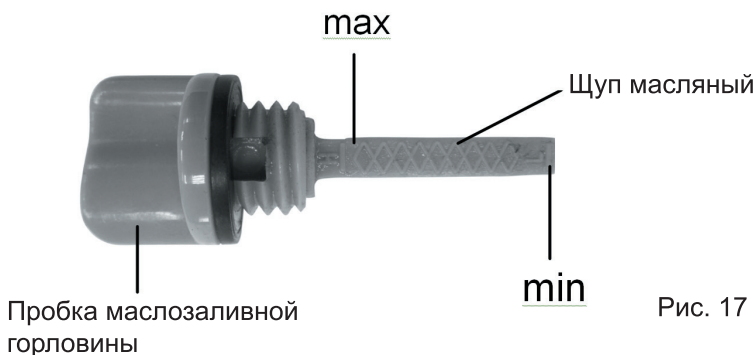

Рис. 17
3. Извлеките щуп и проверьте уровень масла. Он должен находиться между верхней и нижней отметкой контрольного щупа ближе к верхней отметке (max) (рис.17). В случае необходимости долейте свежее моторное масло